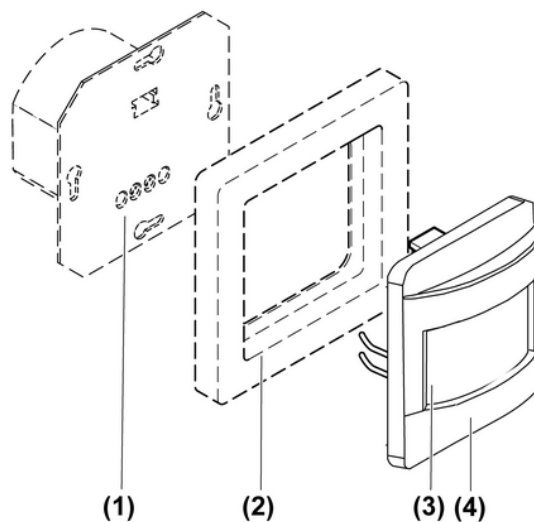

Figura 1
- Rimuovere il diaframma (4) (figura 1).
- Col regolatore **Sens.** (5) impostare la sensibilità.